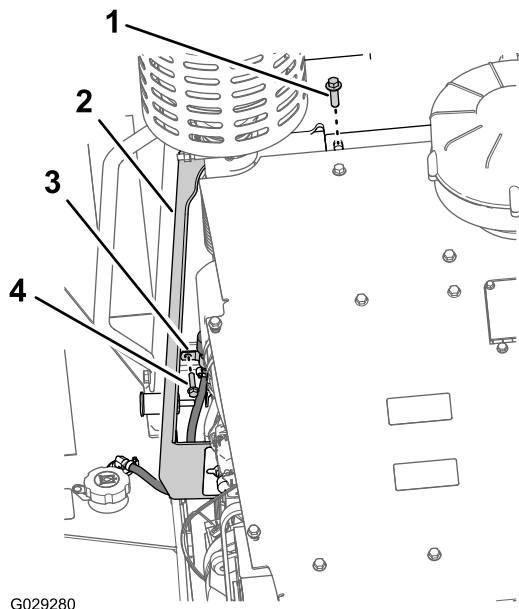

Figura 5
1. Remova o parafuso flangeado (12 x 40 mm) que fixa o painel direito do capô à placa de fixação da EPCC (Figura 5).
2. Remova o parafuso flangeado (8 x 35 mm) que fixa a abraçadeira do respirador do reservatório hidráulico e o painel direito do capô ao anteparo corta-fogo (Figura 5)